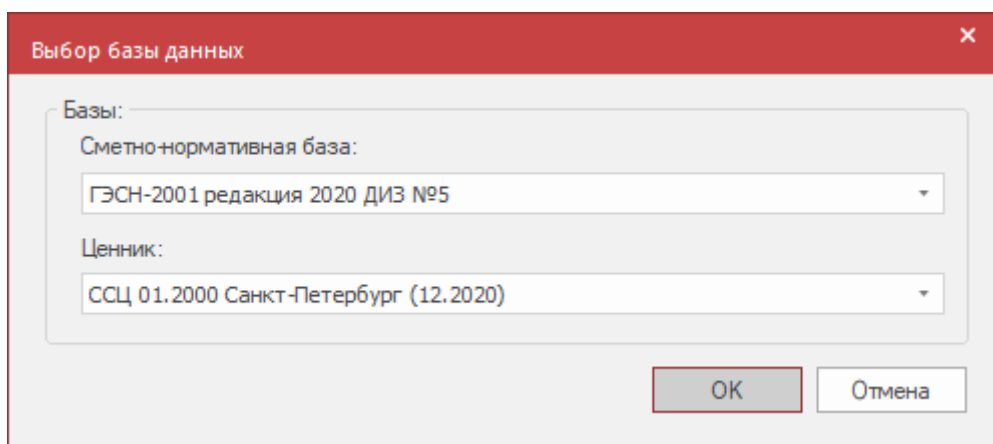

Рис. 6.1 Диалоговое окно Выбор базы данных
3. В открывшемся диалоговом окне *Выбор базы данных* (рис. 6.1) выбрать сметно-нормативную базу и сборник сметных цен, из которых будет производиться загрузка стоимости позиций. Подбор производится по шифру позиции.